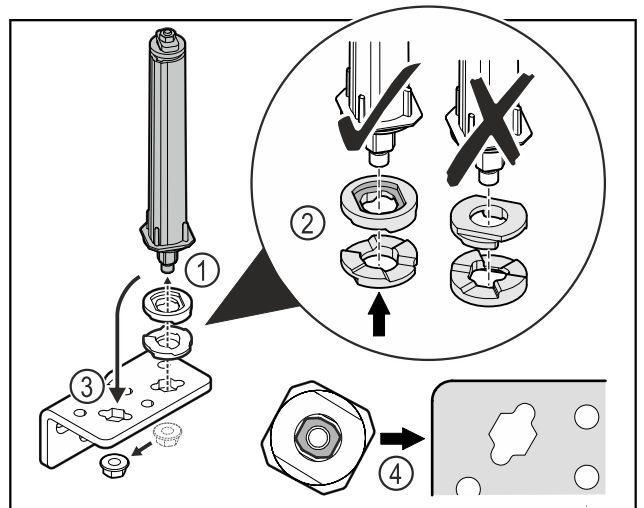

Fig. 29
- Mutter lösen und Türschließsystem entfernen Fig. 29 (1).
- Auf die korrekte Ausrichtung der Höhenverstelleisen achten Fig. 29 (2).
- Türschließsystem im Scharnierwinkel umsetzen und mit der Mutter fixieren Fig. 29 (3).
- Beim Einsetzen auf die korrekte Ausrichtung des Türschließsystems achten Fig. 29 (4).